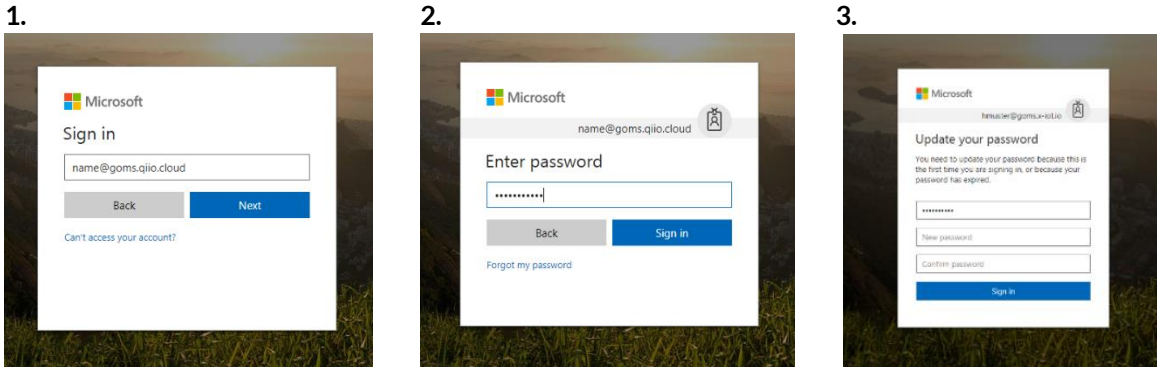

Abbildung 5: Zurücksetzen des Passworts beim ersten Login
Beim ersten Einloggen muss ein neues Passwort gesetzt werden. Geben Sie dazu den Ihnen zugesendeten Benutzernamen (1) und das dazugehörige Passwort (2) ein. Danach werden Sie aufgefordert ein neues, eigenes Passwort zu setzen (3) (vgl. Abbildung 5).